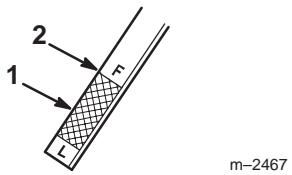

Figure 51
- Sortez de nouveau la jauge et examinez l'extrémité métallique (Fig. 51).